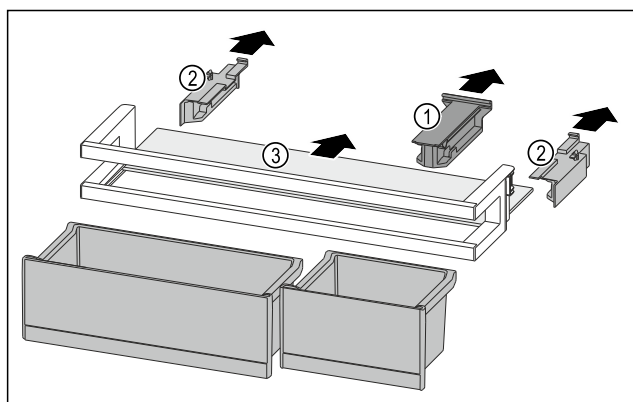

Fig. 192
- Retirer la pièce de retenue Fig. 192 (1).
- Retirer les parties latérales Fig. 192 (2).
- Retirer la tablette de rangement Fig. 192 (3).